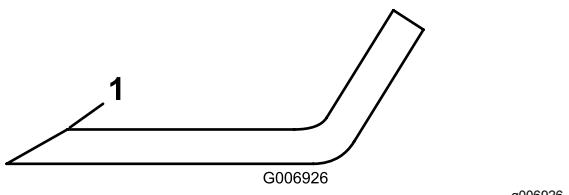

Figure 102
- Examinez les tranchants de toutes les lames. Affûtez-les s'ils sont émoussés ou ébréchés. N'affûtez que le haut du tranchant et conservez l'angle de coupe d'origine pour obtenir une coupe nette (Figure 102).
- Si elle est émoussée ou ébréchée, n'affûtez que le haut du tranchant et conservez l'angle de coupe d'origine (Figure 102).